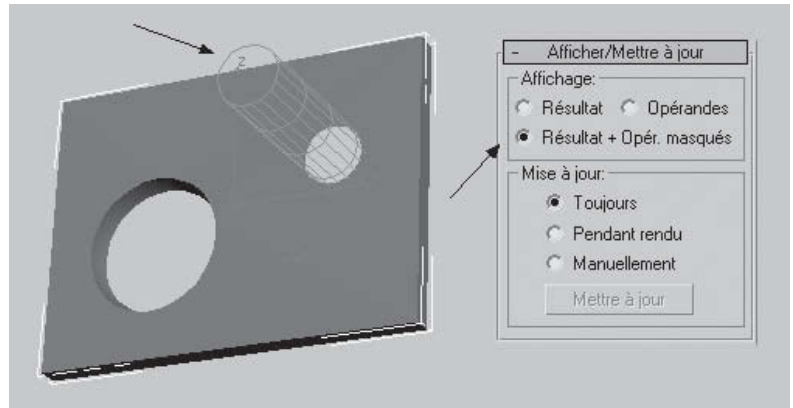

Fig.2.69
- 5 Dans le panneau **Modifier**, sélectionnez **Opérande B** dans la liste des opérandes du panneau déroulant **Paramètres**. Si vous souhaitez voir l'opérande B, choisissez **Opérandes** ou **Résultat + Opér. masqués** dans la zone **Affichage** du panneau déroulant **Afficher/Mettre à jour** (fig.2.69).